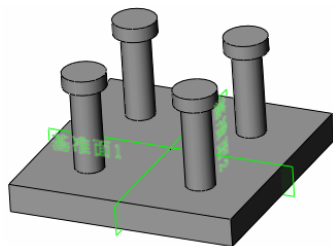
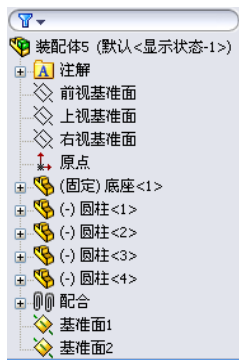

图 11-79 镜像后的装配体图形
图 11-80 装配体文件的“FeatureManager 设计树”
⑮ 确认镜像的零件。单击属性管理器中的“确定”按钮，零件镜像完毕，结果如图 11-79 所示。此时装配体文件的“FeatureManager 设计树”如图 11-80 所示。